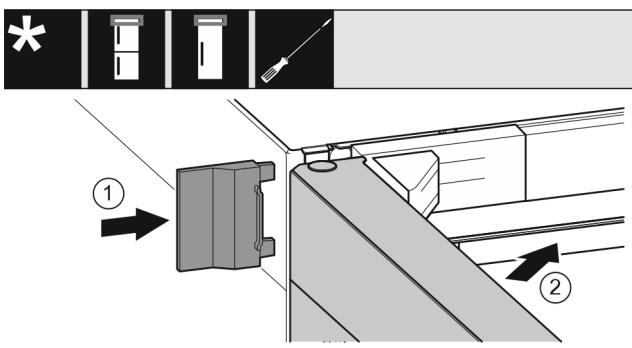

Fig. 21
- Nataknite vanjski pokrov. Fig. 21 (1)
- Zatvorite gornja vrata. Fig. 21 (2)